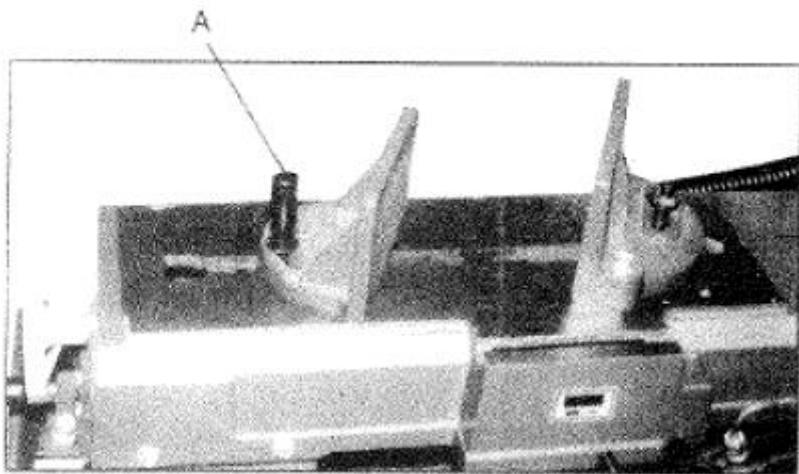

Рис. 8
2. Установить тиски и закрепить как показано на рис. 8. Обратить особое внимание на настройку обоих отверстий.
4. Отрегулировать подвижные тиски параллельно к постоянным, открутив винты (А на рис. 8) и затянуть винт.